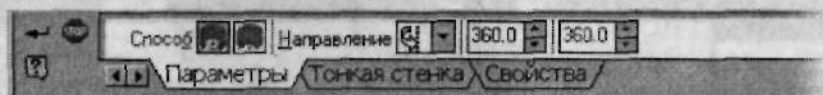
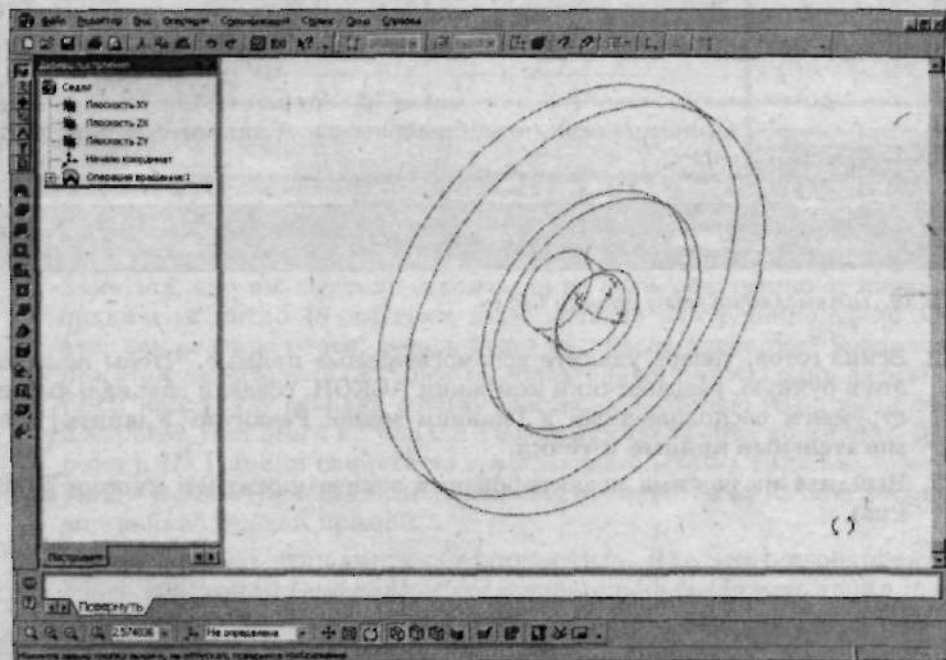

Рис. 2.40. На **Панели свойств** сделайте необходимые настройки для выполнения операции вращения
Рис. 2.41. Деталь *Седло* после построения
2. На **Панели свойств** на вкладке **Параметры** (рис. 2.40) выберите направление вращения — *Прямое*, угол поворота — 360° , на вкладке **Тонкая стенка** — тип построения тонкой стенки — *Нет*, на вкладке **Свойства** установите цвет детали по вашему усмотрению. После того как все настройки выполнены щелкните по кнопке **→** (Создать объект), и с помощью кнопок **↺** (Повернуть) и **↻** (Увеличить масштаб), **↻** (Уменьшить масштаб), расположенных на панели инструментов **Вид**, добейтесь удобного для обозрения положения детали на рабочем поле (рис. 2.41).